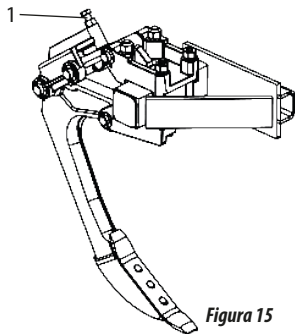

Figura 15
- O desarme automático das hastes saem de fábrica com a regulagem de pré-carga determinada. Para diminuir ou aumentar a carga, gire o parafuso item 1 figura 15 para a direita ou esquerda da seguinte forma: